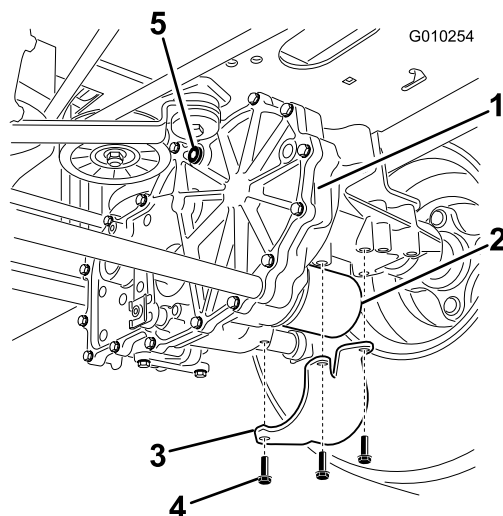

Figure 51
2. Localisez le filtre et les protections sur chaque transmission de la boîte-pont (Figure 51). Retirez les trois vis de fixation de la protection et enlevez la protection.